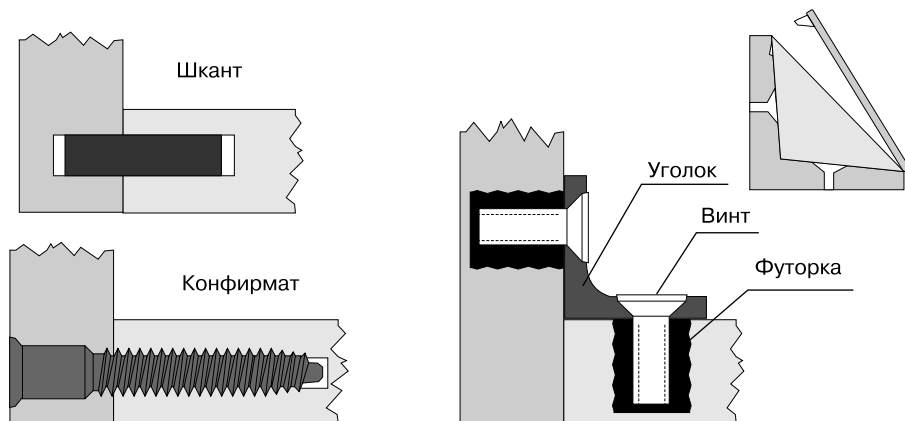

Рис. 2.5
- ◆ Шканты, или цилиндрические вставные шипы, — изготавливаются из твердых пород дерева или пластмассы. В мебели из ДСП не могут противостоять продольным усилиям, то есть выдергиванию, и обязательно дублируются другими стяжками. Вместе с тем шканты хорошо воспринимают все поперечные нагрузки и служат для точного позиционирования сопрягаемых деталей (рис. 2.5).